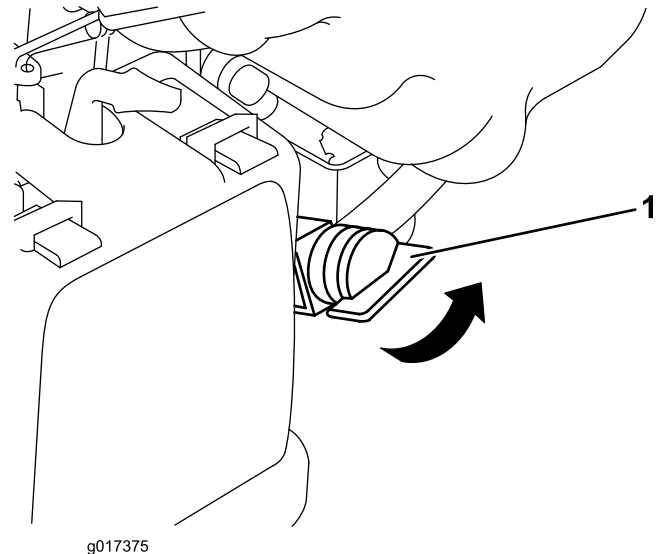

Figura 12
2. Gire la válvula de combustible a la posición de ABIERTO (Figura 12).